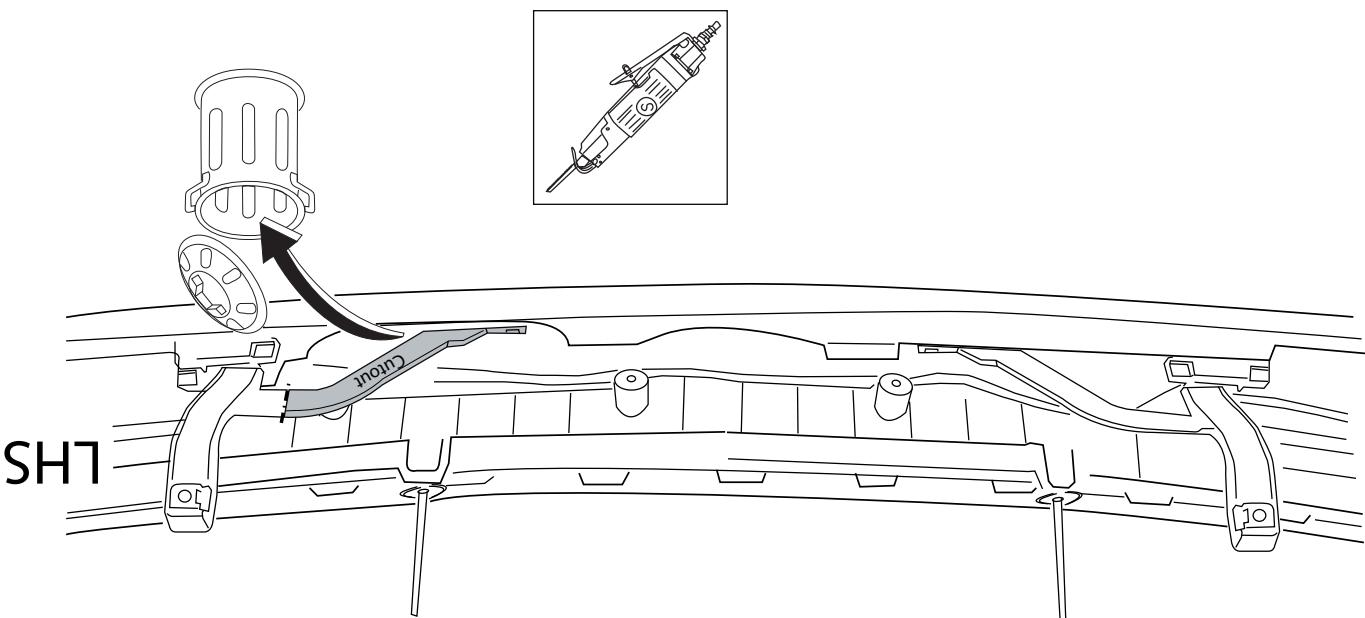

Fig. 3
9. Saw out the indicated section in accordance with figure 3.
9. Gemäß Abb. 3. das angegebene Teil herausschneiden.